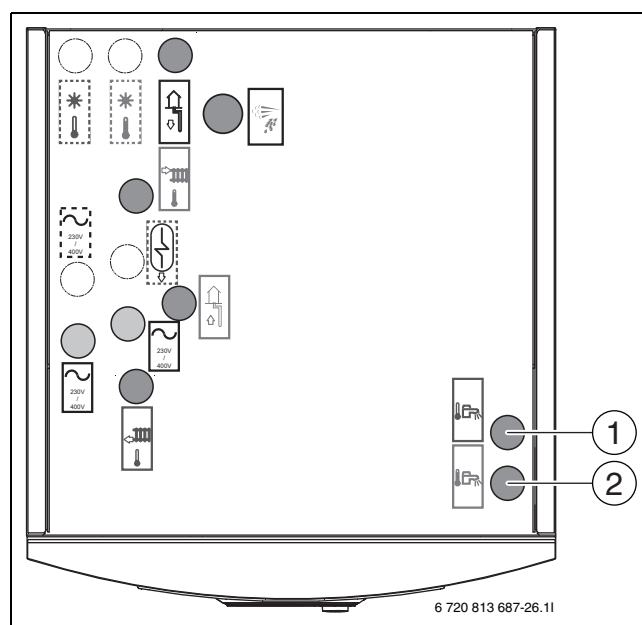

Fig. 22 Vanntilkoplinger på varmepumpen
- ▶ Koble til kaldtvann på [1] (fig. 22).
- ▶ Koble til varmtvann på [2] (fig. 22).